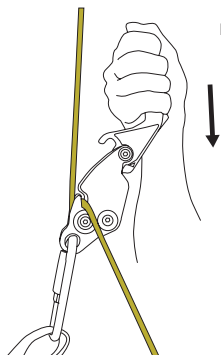

Fig. 3A
6. Commencez à descendre en utilisant le **Smartline X**, fig. 3A.